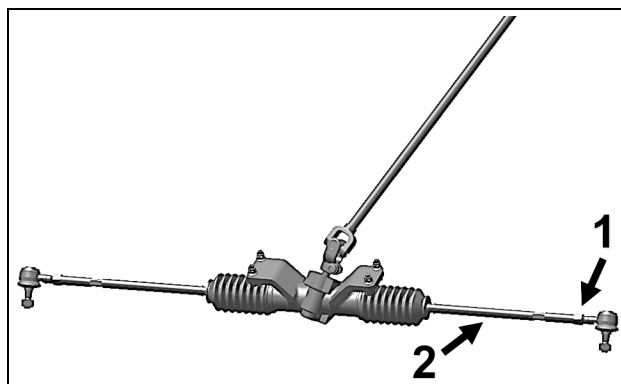

Figure 21
Pour effectuer l'ajustement sur le VCC, premièrement débloquer l'écrou (1) de chaque tige d'accouplement (2) de la direction, visser ou dévisser ensuite la tige d'accouplement (2) d'un nombre de tours égal des deux côtés du véhicule. Voir la Figure 21.
**ATTENTION :** Lors du déblocage de l'écrou (1) de chaque tige d'accouplement (2) de la direction, certains écrous ont des filets inversés, assurez-vous de déblocquer l'écrou dans le bon sens.